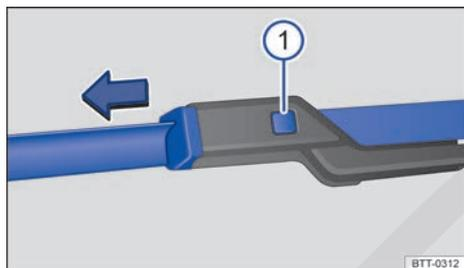

Fig. 134 Cambiar las escobillas de los limpiaparabrisas.
- Mantenga la tecla de desbloqueo ⇒ **fig. 134** ⓘ pulsada y, al mismo tiempo, retire la escobilla de los limpiaparabrisas en el sentido de la flecha.